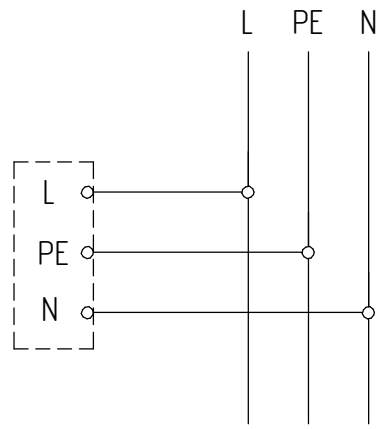

Рисунок 4 - Схема подключения светильника к сети
5.4 Подключите сетевые провода согласно схеме (см. рисунок 4).